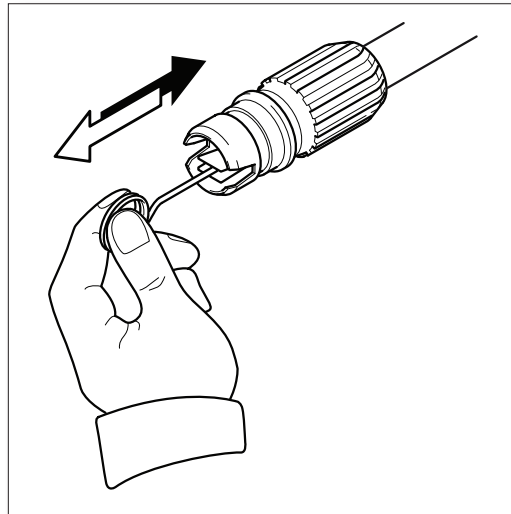

Fig. 23
- À l'aide du nettoyeur de buse fourni (ou un trombone déplié), insérez le fil dans le trou de la buse et faites un mouvement de va-et-vient jusqu'à ce que les débris soient délogés **(Fig. 23)**. Introduisez de l'eau à travers la buse à l'aide d'un tuyau d'arrosage à la pression la plus élevée (soit par la buse standard ou en plaçant votre pouce sur la buse pour créer une pression d'eau suffisante).